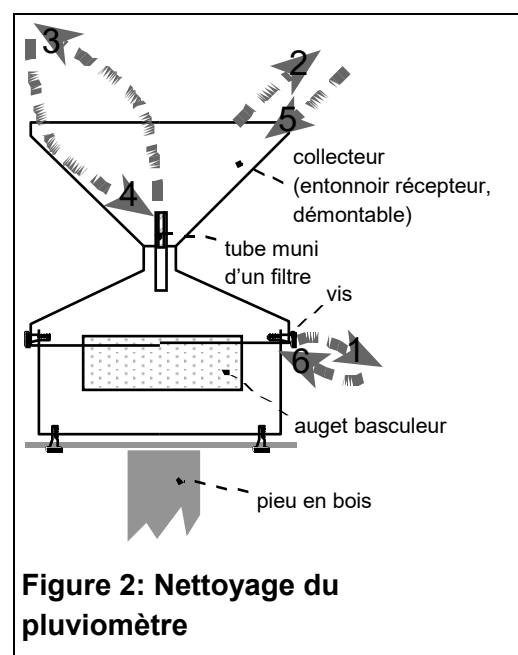

Figure 2: Nettoyage du pluviomètre
- Le pluviomètre bascule (Figure 2) de la station sous couvert doit être nettoyé à chaque visite. Celui de la station hors couvert seulement s'il est sale.